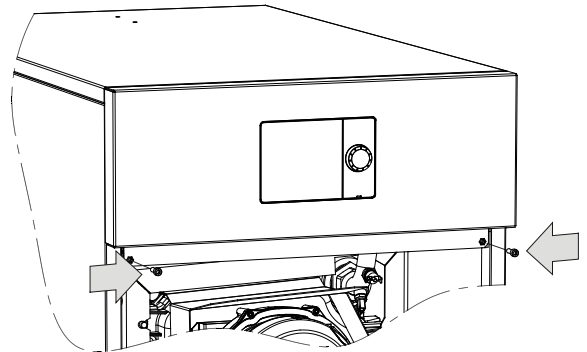
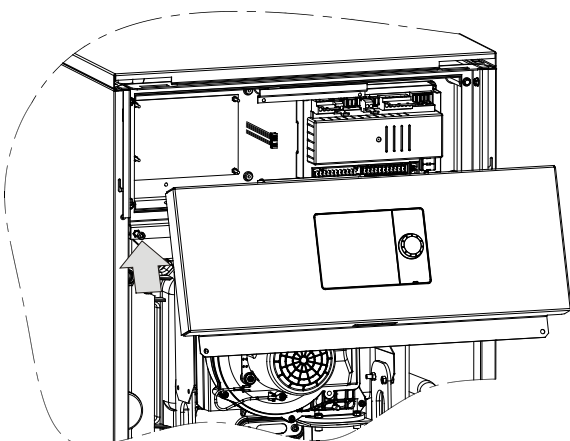

fig.1
fig.4
- La puerta frontal se desmonta presionando hacia abajo el pulsador situado en la parte superior central de la puerta (fig. 1; D) y abatiendo la puerta hacia el exterior (fig. 1; E).
- Soltar los dos tornillos de sujeción del portamandos (A; fig. 1).
- Colocar de nuevo los tornillos (A; fig. 1) en su alojamiento apretando sólo un par de vueltas y colgar el panel de mandos de los tornillos en posición horizontal (fig. 4).